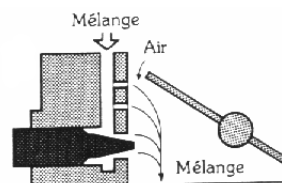

Fig.11
- Transition avec le circuit principal. (figure 11)